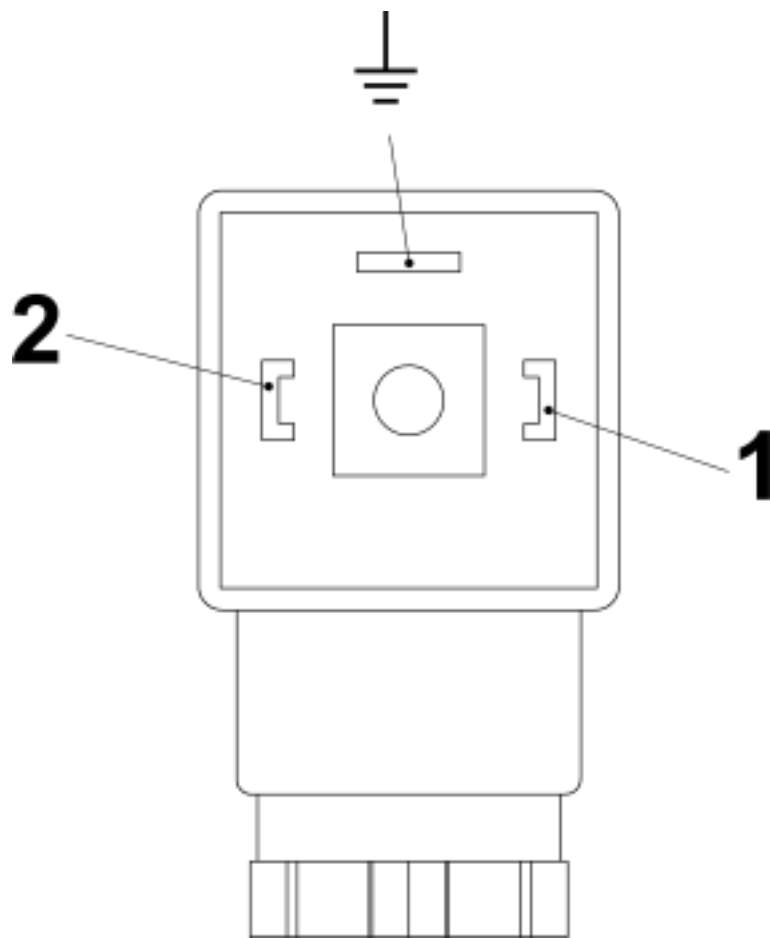
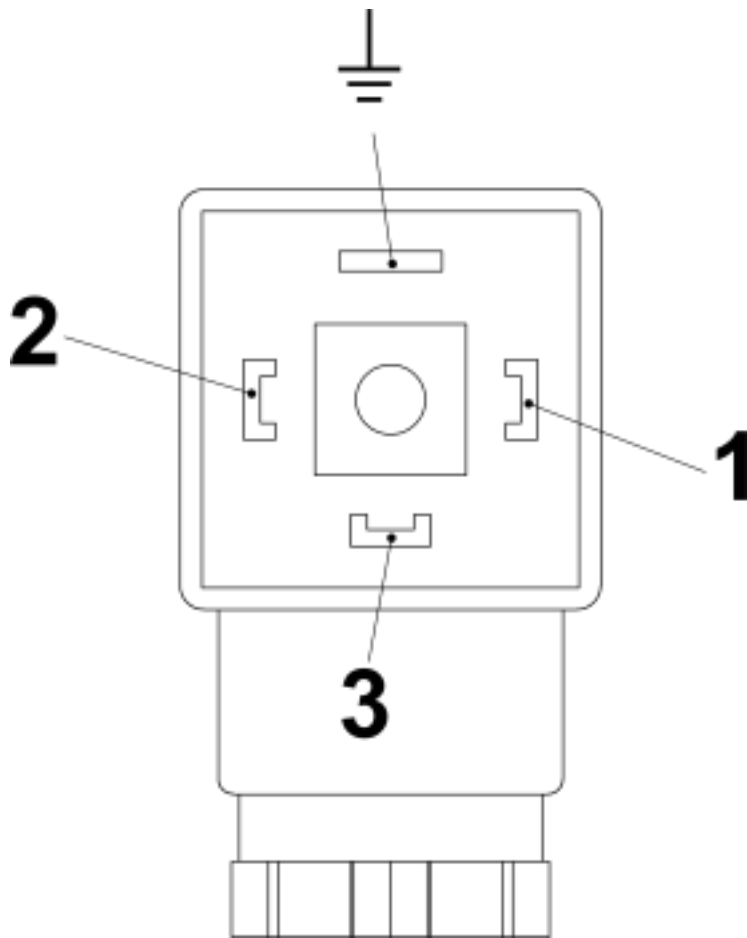

Abb. 30: Pin-Belegung Steckerdose Schließer (Form 30x70)
Abb. 31: Pin-Belegung Steckerdose Wechsler (Form 30x70)
6. Anschluss gemäß den Anschlussbildern (Abb. 30 und Abb. 31) vornehmen